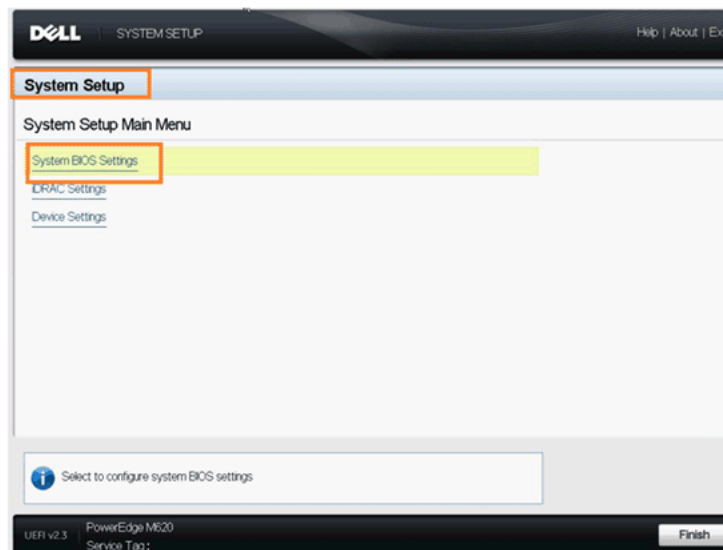

Abbildung 5-28. Dell System Setup
11. Drücken Sie während des POST auf F2, um das Dell System Setup-Menü zu öffnen, wie in Abbildung 5-28 dargestellt.